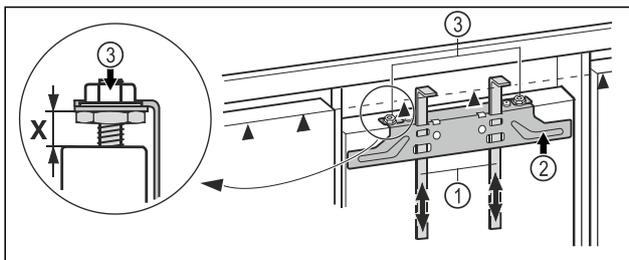

Fig. 16
- ▶ Монтажные приспособления Fig. 16 (1) сдвиньте вверх на высоту мебельного фасада. Нижняя упорная кромка ▲ монтажного приспособления = верхней кромке подлежащей установке мебельной двери.
- ▶ Открутите крепежную поперечину Fig. 16 (2) с помощью контргайк Fig. 16 (3).